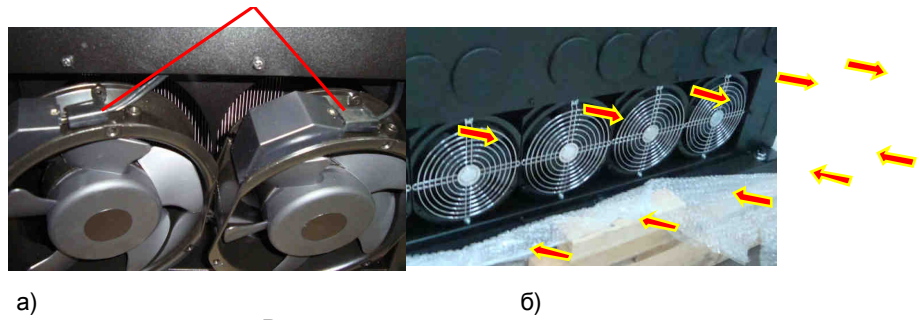

Рис. 7.30.
7.15.1.1. Подсоединить розетки кабелей в вентиляторы квилкам на корпусах вентиляторов охлаждения радиаторов, 5 шт. (рис. 7.30а).
7.15.1.3. Закрепить вентиляторы вместе с решетками винтами (рис. 7.30б).